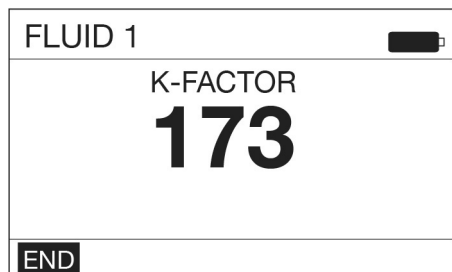

Fig. 61
- Quando se haya dispensado **exactamente** un litro o cuarto de fluido en el matraz, use el botón INTRO del centro del teclado para seleccionar Fin (END). Aparecerá una pantalla con la cantidad de fluido dispensado (la Fig. 61 muestra un ejemplo de la pantalla con el volumen dispensado).